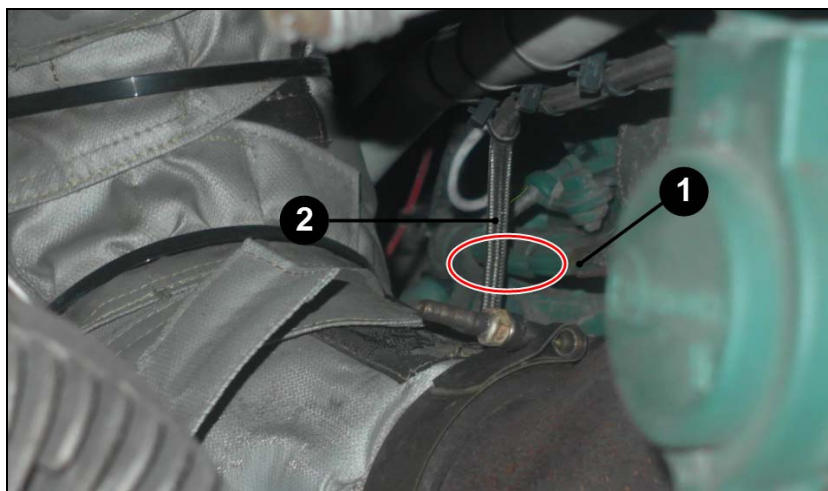

FIGURE 5 : ATTACHE DE NYLON MANQUANTE
7. Si comme sur la FIGURE 5, **l'attache de nylon n'est pas en place ou si une attache inadéquate est installée** (comme celle de la FIGURE 6), il est possible que la conduite de carburant de l'injecteur (AHI) soit endommagée par frottement sur le boyau de liquide de refroidissement. **Il est alors nécessaire que la conduite de l'injecteur AHI soit vérifiée et remplacée si nécessaire.**